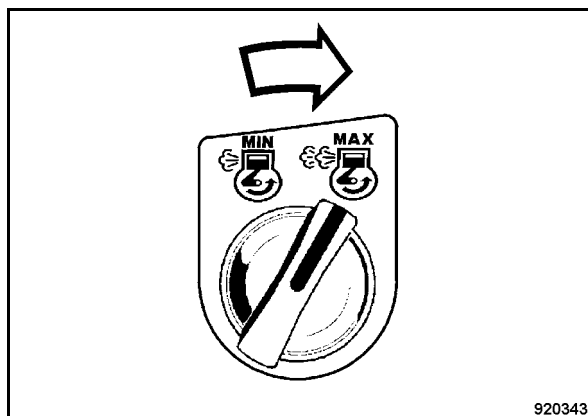

Fig. 71
- Girare il pulsante rotante Regime del motore a destra in posizione "MAX" (Fig. 71).